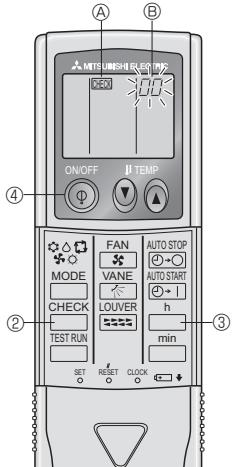

Fig. 7-4
- (E) Código de comprobación
- (F) Dirección de unidad
7.3.2. Para controlador remoto inalámbrico (Fig. 7-4)